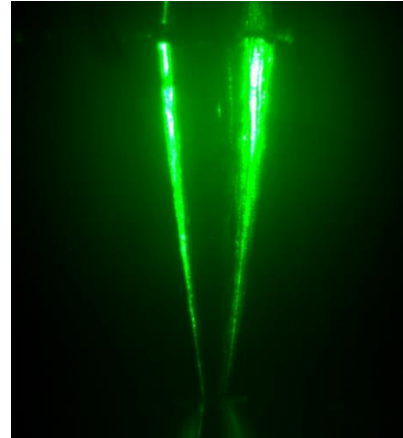

Fig. 3 Blick durch das Messmikroskop auf die scharf gestellte Justiernadel.
- Justiernadel in die obere Platte des Plattenkondensators stecken und das Mikroskop auf die Nadel scharf stellen (siehe Fig. 3). Dazu geeignete Lichtintensität wählen und die Höhe des Messmikroskops mittels des Vertikalstellers nachjustieren.